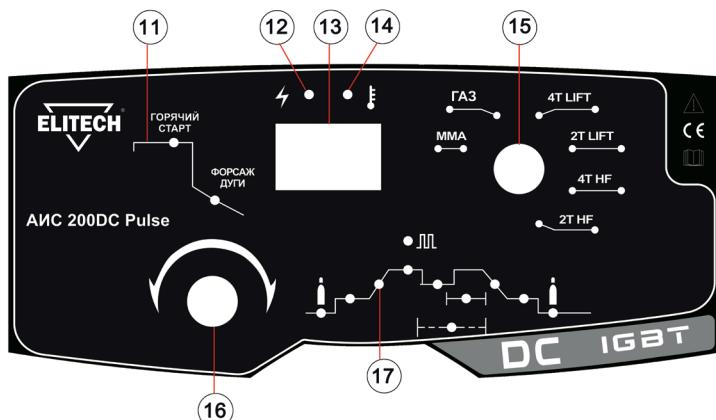
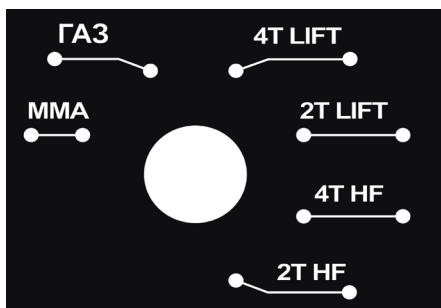

Рис. 1
Рис. 3
**Примечание!** Регулятор/переключатель 16 (Рис. 1) имеет два функционала. Поворот вправо/влево и нажатие.
Для выбора диаграммы сварки MMA установите переключатель 15 (Рис. 1) в положение MMA. Нажимая на кнопку 16 (Рис. 1), выберите нужный параметр. Регулятором 16 (Рис. 1) установите значение выбранного параметра. Значение выбранного параметра будет отображаться на цифровом табло 13 (Рис. 1).
**Горячий старт** - это автоматическое увеличение сварочного тока в момент касания электродом изделия, позволяющее на повышенном режиме прогреть металл и обеспечить легкое зажигание дуги. Регулятором 16 (Рис. 1) увеличивают или уменьшают силу тока горячего старта.
Для выбора диаграммы сварки TIG установите переключатель 15 (Рис. 1) в любое положение, соответствующее сварке методом TIG, кроме положения MMA и ГАЗ (Рис. 3). Нажимая на кнопку 16 (Рис. 1), выберите нужный параметр.
Регулятором 16 (Рис. 1) установите значение выбранного параметра. Значение выбранного параметра будет отображаться на цифровом табло 13 (Рис. 1).
1. Подключите к аппарату горелку TIG. Вставьте разъем управления горелкой в разъем «TIG» 2 (Рис. 1) на панели сварочного аппарата и зафиксируйте его. Газовый разъем подсоедините к газовому разъему TIG 3 (Рис. 1) на передней панели.
2. Зафиксируйте зажим на массу к заготовке. Разъем кабеля с зажимом на массу подключите к плюсовому разъему аппарата 1 (Рис. 1).